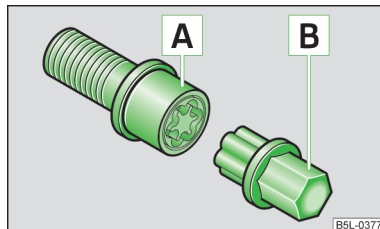

Fig. 147
- Introduceți adaptorul B » fig. 147 cu partea zimțată până la limită pe dantura interioară a șurubului antifurt A, astfel încât să se mai vadă doar partea sa hexagonală.